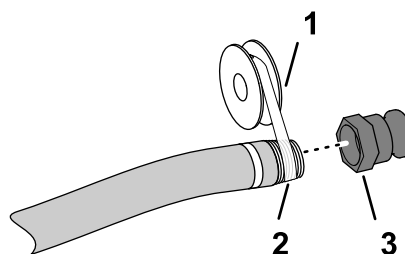

図 4
5. 給水ホースのフィッティング 1"、NPT に、PTFE ねじ山シーラント 図 4 を巻き付ける。
6. 給水ホースにクイックディスコネクットのカップリングを取り付けて手締めする 図 4。